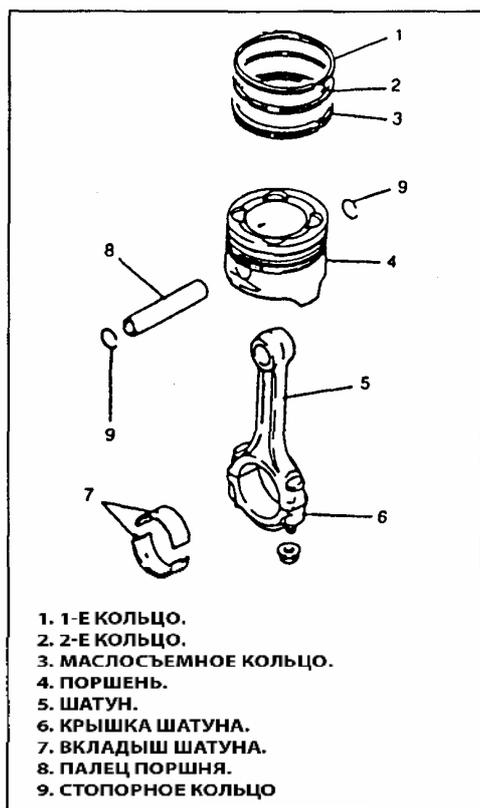

Рис. 117
- 1) Снимите два компрессионных кольца (1-е и 2-е) и маслоъемное кольцо (Рис. 117).